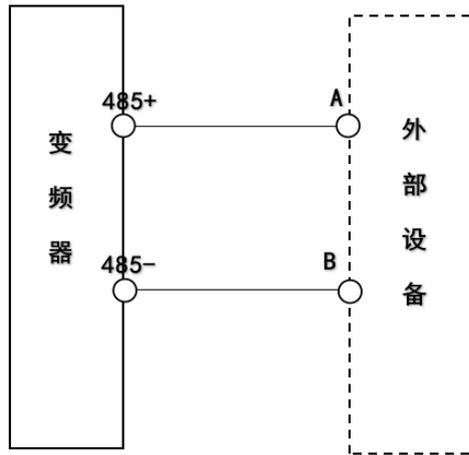

图 5 通讯接线示意图
1. 接线：使用合适的连接线，将变频器的 485+ 连接设备的 A，将变频器的 485- 接相连设备的 B，即可作 MODBUS RTU 从站，具体接线图如下图 5 所示：